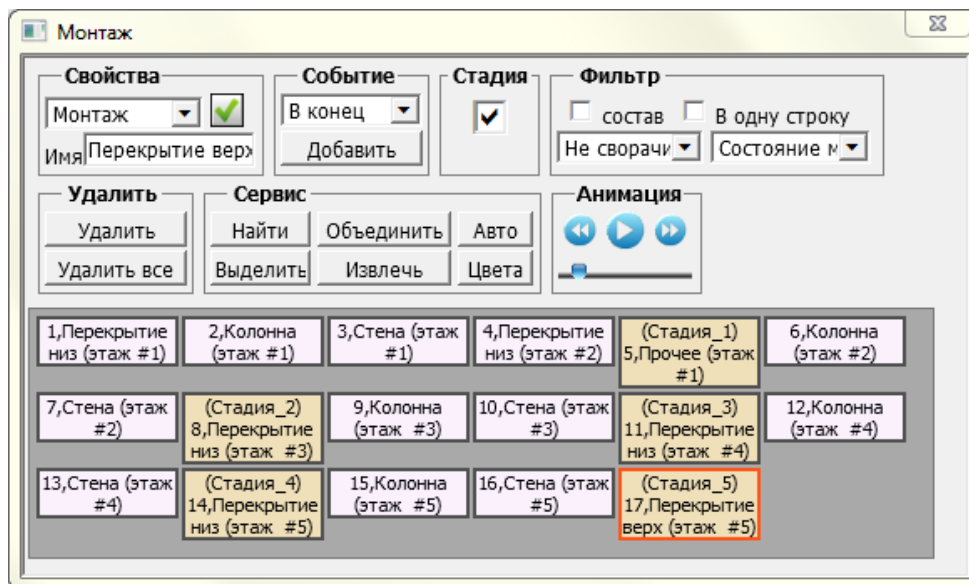

Рис.23.17. Диалоговое окно **Монтаж**
- Установите флажок **Стадия** как описано в предыдущем пункте для событий: **8,Перекрытие низ (этаж #3)**; **11,Перекрытие низ (4-й этаж)**; **14,Перекрытие низ (5-й этаж)**; **17,Перекрытие верх (5-й этаж)** (рис.23.17).